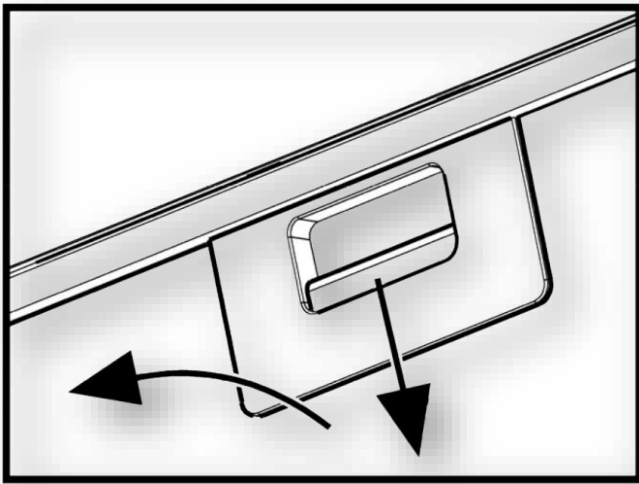

Рис.6
7.10 Для зняття алюмінієвого фільтру (**рис.6**) слід натиснути на пружинну засувку і, потягнувши на себе і вниз, зняти фільтр з панелі. Встановлення фільтру виконати в зворотному порядку.